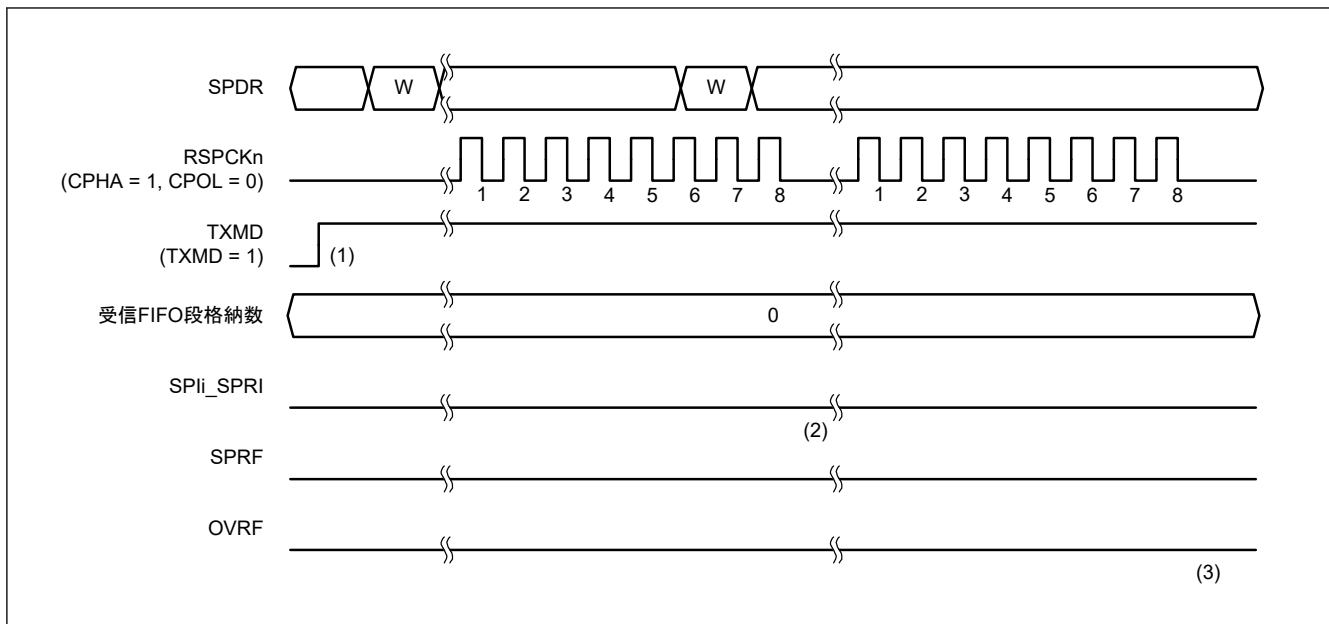

図 32.31 SPCR.TXMD[1:0] = 01b の動作例
図 32.31 に、SPI コントロールレジスタ (SPCR) の通信モード選択ビット (TXMD[1:0]) を 01b に設定した場合の動作例を示します。この例では、SPDCR2.TTRG が 0、SPDCR2.RTRG が 0、SPCMDm.CPHA ビットが 1、SPCMDm.CPOL ビットが 0 の設定で、SPI が 8 ビットのシリアル転送を実行しています。RSPCKn 波形の下に記載した数字は RSPCK サイクル数 (= 転送ビット数) を示しています。
以下に、図 32.31 の (1)~(3) に示したタイミングでのフラグの動作内容を説明します。